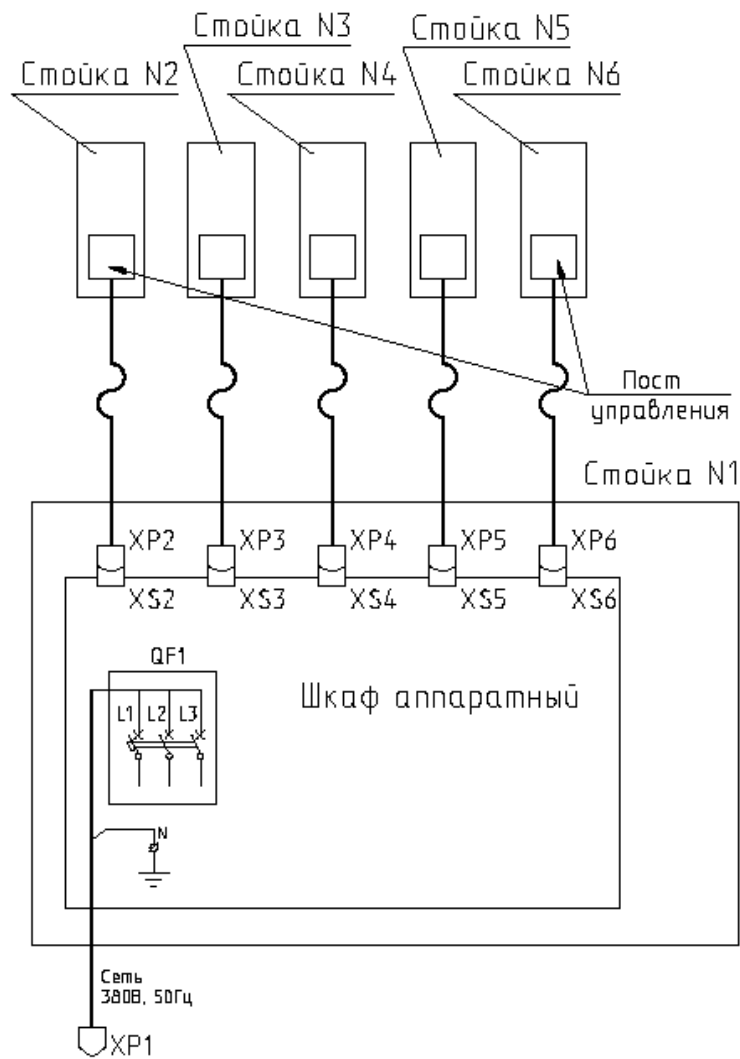

Рис. 4. Схема электрическая соединений подъемника ПП-30
4.4. Перечень элементов схемы электрической принципиальной приведен в таблице № 1. Схема электрическая соединений приведена на Рис. 4.